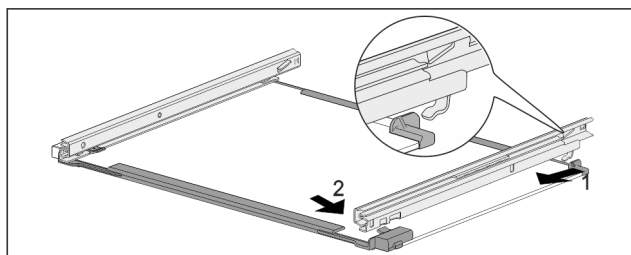

Fig. 83 Placa de sticlă cu șine
- ▶ Agățați șina în partea din spate. Fig. 83 (1)
- ▶ Înclichetați șina în partea din față. Fig. 83 (2)